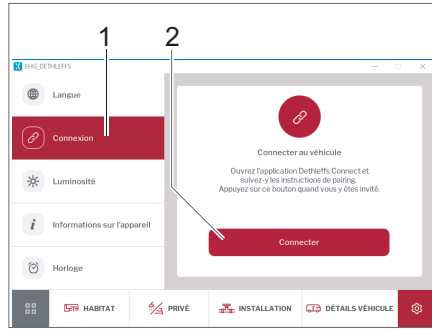

Fig. 298 Connexion via l'écran EHG
- Appuyer sur la touche *Connexion* (Fig. 298,1).